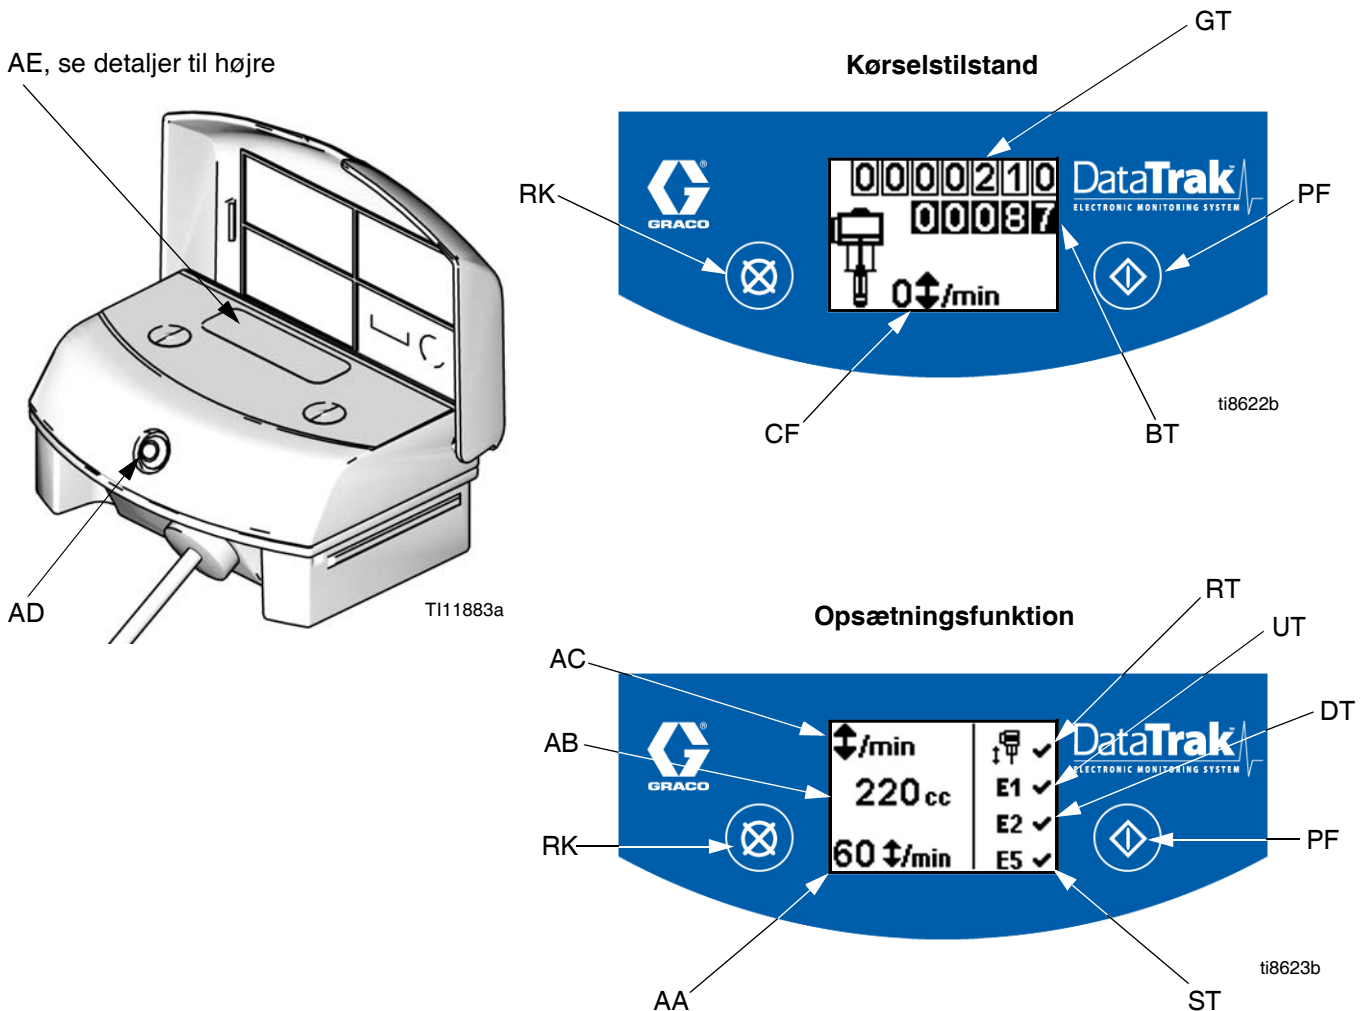

FIG. 9. Betjeningsanordninger og indikatorer for DataTrak
## Nøgle til FIG. 9
1. Se FIG. 9. Tryk og hold  nede i 5 sekunder, indtil opsætningsmenuen vises.
**BEMÆRK:** Ved løbskørsel aktiveres E1-, E2- og E5-fejlvisningerne, og et  vil vises på opsætningsskærmen. Se FIG. 9.
1. Se FIG. 9. Hvis løbskørsel af pumpen finder sted, da vil magnetventilen til løbskørsel blive aktiveret og derved standse pumpen. Lysdioden (AD) vil blinke, og displayet (AE) vil vise en løbskørselstilstand (se Tabel 1). Displayet viser skiftevis seks forskellige instruktionsskærme.
2. Løbskørselskærm 1 og 2: For at nulstille magnetventilen til løbskørsel, luk for hovedudluftningsventilen (U). Vent, indtil motoren er fuldstændigt tømt for luft.
5. Åbn for hovedudluftningsventilen (U) for at genstarte pumpen.
**BEMÆRK:** For at deaktivere løbskørselsovervågningen, gå til opstillingsfunktionen og indtast løbskørselsværdien på 0 (nul) eller sæt vippekontakten (RT) på Off (Sluk)  (se FIG. 9).
1. Se FIG. 9. For at gå til spædning/skylningsfunktionen, tryk på en vilkårlig tast for at genaktivere displayet, tryk derefter på . Spædning/skylningssymbolet vil vises
Se FIG. 9. Det sidste ciffer i batch totaltælleren (BT) repræsenterer en tiendedel af gallons eller liter. For at nulstille totaltælleren, tryk på en vilkårlig tast for at genaktivere displayet, tryk derefter på og hold  nede i 3 sekunder.
Se FIG. 9. Displayet (AE) vil slukke efter 1 minuts inaktivitet i Kørselsfunktion eller efter 3 minutter i Opstillingsfunktion. Tryk på en vilkårlig tast for at genaktivere displayet.
**BEMÆRK:** Displayet (AE) kan slukke, hvis en statisk afladning af højt niveau anvendes i DataTrak. Tryk på en vilkårlig tast for at genaktivere displayet.
DataTrak kan diagnosticere adskillige problemer med pumpen. Når monitoren detekterer et problem, vil lysdioden (AD, FIG. 9) blinke, og en diagnosticeringskode vil komme til syne på skærmen. Se Tabel 1.